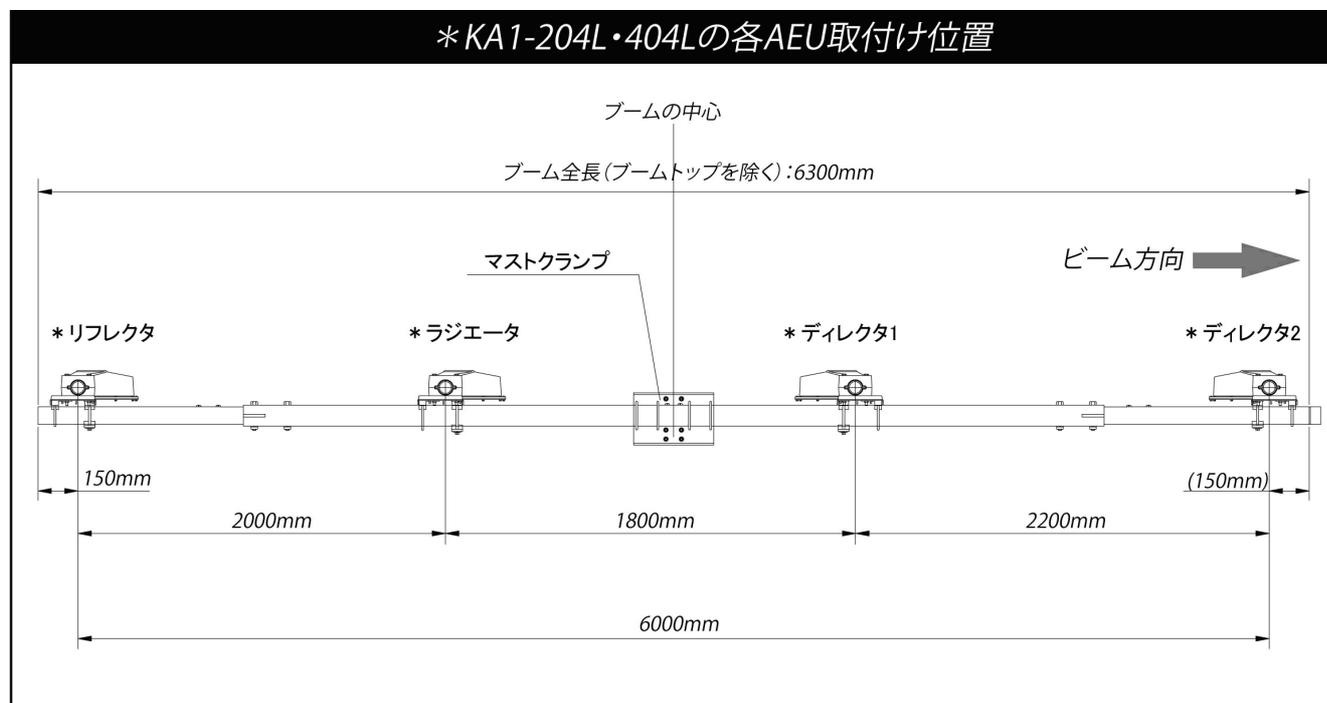

図2
[図2参照]
- ＊注意 ・「図2」に明記されているAEU取付け位置寸法値は、ブームの両端を基準にして指示されています。